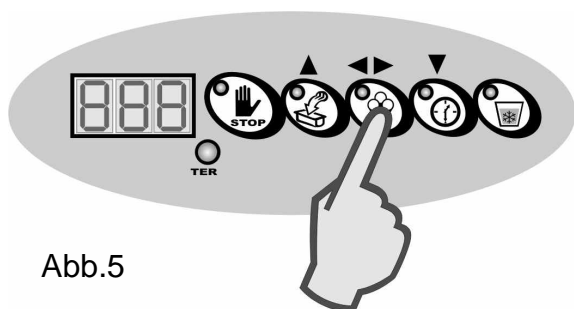

Abb.5
- Dann drücken Sie die Taste Bestätigen, um den neuen Kühlzyklus zu starten (Abb. 5).